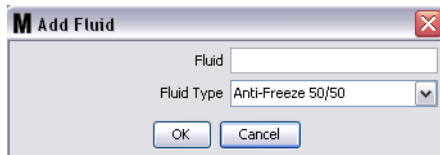

Рис. 67
3. В окне «Add Fluid» [Добавить жидкость] укажите имя жидкости в поле «Fluid» [Жидкость] (Рис. 67) (Не больше 40 символов). Для упрощения идентификации и отчетов рекомендуется использовать короткие имена жидкости.